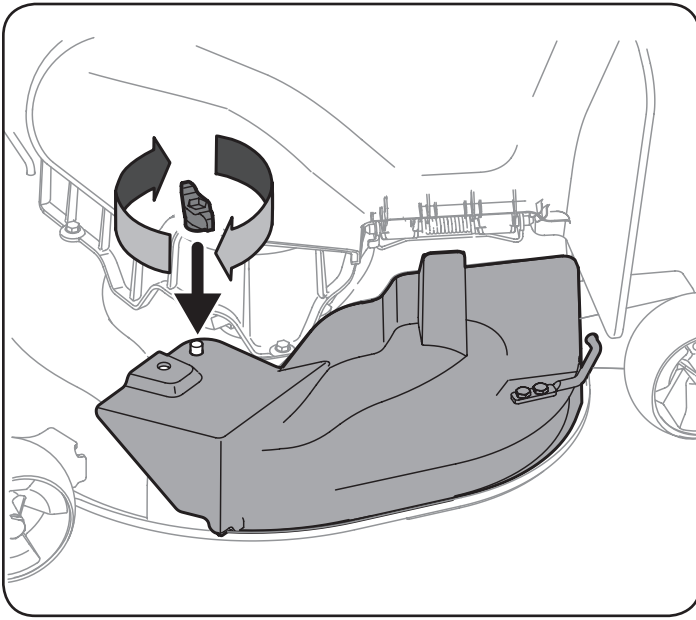

Figure 7
- Fixez le couvercle de la déchiqueteuse en place avec le écrous à oreilles. Consultez la Figure 7.